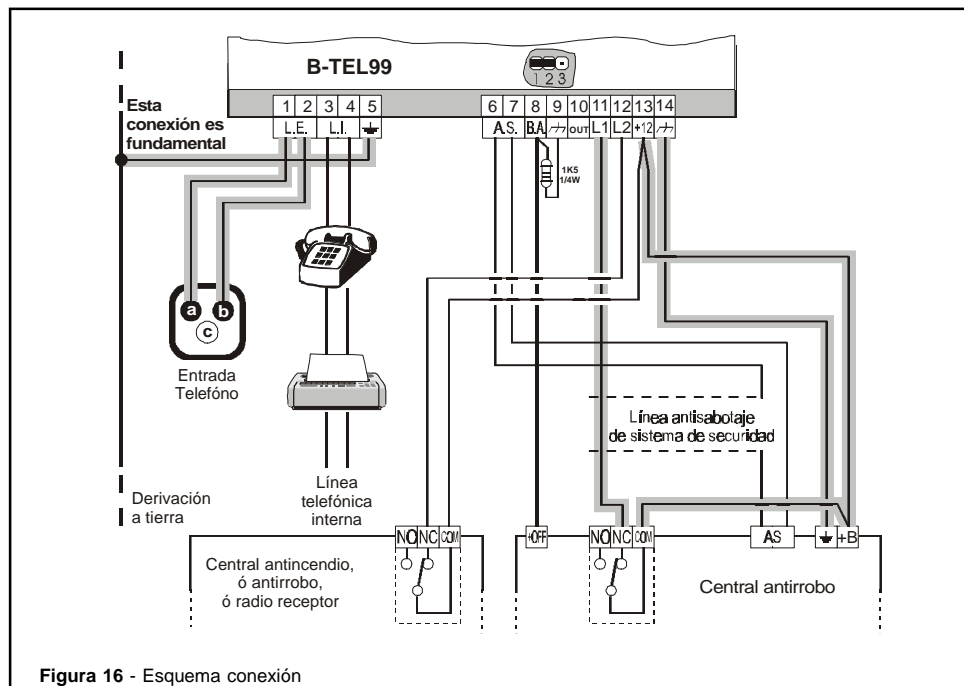

Figura 16 - Esquema conexión
El conexionado base es indispensable para el funcionamiento del avisador y viene ilustrado en la figura 16 (conexión típica). En éste, la línea de alarma L1 está conectada a un contacto normalmente cerrado (NC) de la central de robo.
El conexionado auxiliar no será indispensable para el funcionamiento del avisador, pero aconsejamos disfrutar al máximo la versatilidad de este aparato. Todas estas conexiones están especificadas en la figura 16 y descritos a continuación.
El B-TEL99 está formado por 2 canales telefónicos. El canal 2 puede ser utilizado para el conexionado de una alarma de una central de incendio o para el relé antipánico de la central. En todo caso el esquema es el de la figura 16. El terminal común (COM) y normalmente cerrado (NC) del relé del dispositivo conectado, se conectará a la conexión 13 [+12] y a la línea de alarma secundaria 12 [L2] del B-TEL99.
En el primer caso es suficiente colocar un pulsador o una cerradura eléctrica de impulsos entre la conexión 8 [B.A] y la conexión 9 [-]. En el segundo caso, se puede conectar en la conexión 8 [B.A] y la conexión [+ON] de la central antirrobo (una conexión en la cual está presente la **masa con la central conectada**) o también a la conexión [+OFF] de la misma (una conexión en la cual esté presente un **positivo con la central desconectada**), en tal caso sí debe colocarse entre la conexión 8 [B.A] y la 9 [-] una resistencia de 1K5, 1/4 W como se muestra en la figura 16.